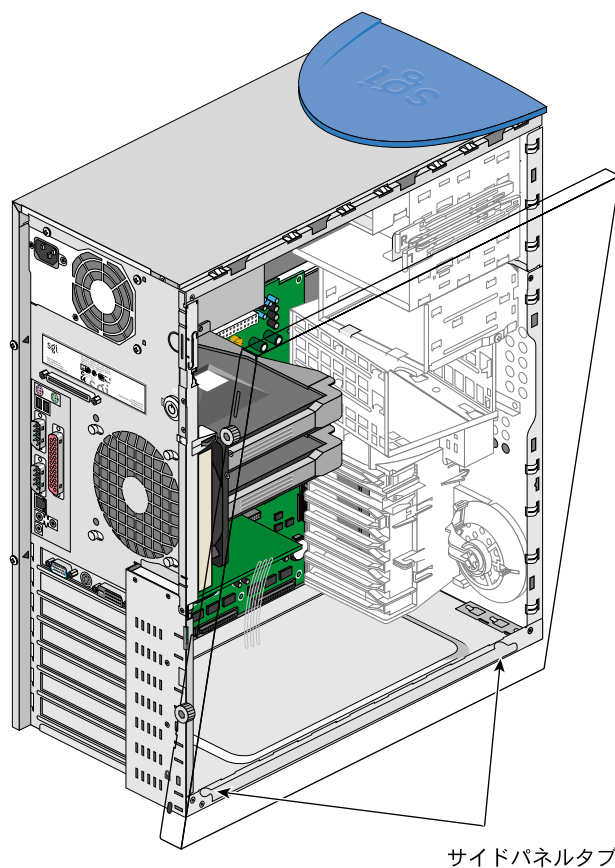

図2-38 サイドパネルの下部本体レールへの取り付け
- リアタブが本体の背面に当たり、サイドパネルがそれ以上動かなくなるまで、サイドパネルをシステムの後方にすべさせます。図2-38にその手順を図示します。